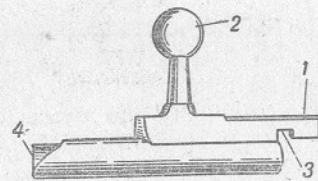

Рис. 13. Стебель затвора винтовки обр. 1891/30 г.:
13. Стебель затвора (рис. 13) имеет: